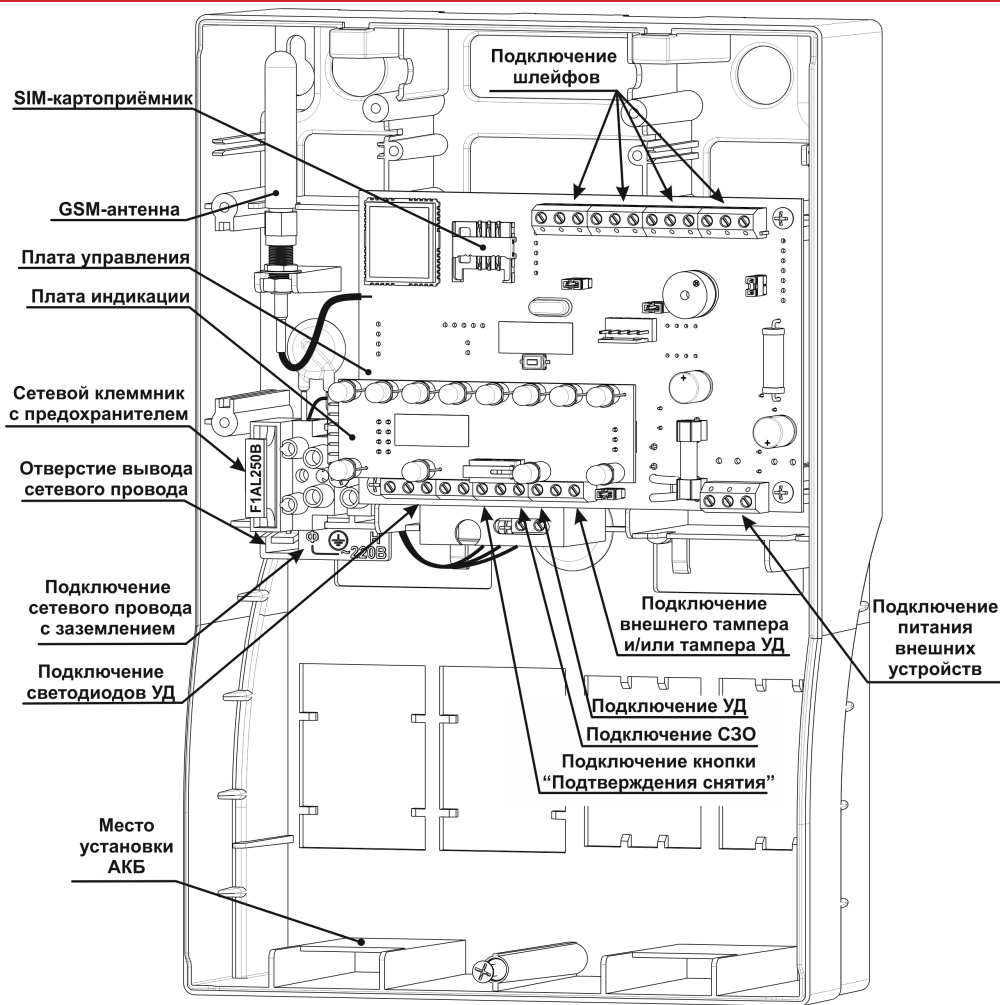

Рисунок 5 - Вид прибора со снятой крышкой
Шнур для подключения прибора к сети 220 В поставляется и подключается к прибору организацией, осуществляющей установку прибора на объекте. **ДЛЯ ПОДКЛЮЧЕНИЯ ПРИБОРА К СЕТИ 220 В ДОЛЖЕН ИСПОЛЬЗОВАТЬСЯ ТРЁХЖИЛЬНЫЙ ГИБКИЙ ШНУР, СООТВЕТСТВУЮЩИЙ ГОСТ 7399-80 С ПРОВОДАМИ, ИМЕЮЩИМИ ДВОЙНУЮ ИЗОЛЯЦИЮ. НОМИНАЛЬНОЕ СЕЧЕНИЕ ЖИЛЫ ПРОВОДА 0,75 мм².** Шнур питания от сети 220 В подключается к сетевой колодке, расположенной слева от платы управления. **ПРОВОД ЗАЗЕМЛЕНИЯ ПОДКЛЮЧАЕТСЯ К СРЕДНЕМУ КОНТАКТУ СЕТЕВОЙ КОЛОДКИ.** Сетевой шнур необходимо завести через специальное отверстие с элементом фиксации (прижимом) – см. Рисунок 5.
- Подключить сетевой шнур с проводом заземления к сетевому клеммнику соблюдая правильность подключения проводов (фазовый провод – «Ф»; заземление – контакт, обозначенный специальным знаком; нулевой провод – «Н») – Рисунок 5.
- Установить SIM-карту в SIM-картоприёмник на плате управления (см. – Рисунок 1 и Рисунок 5).